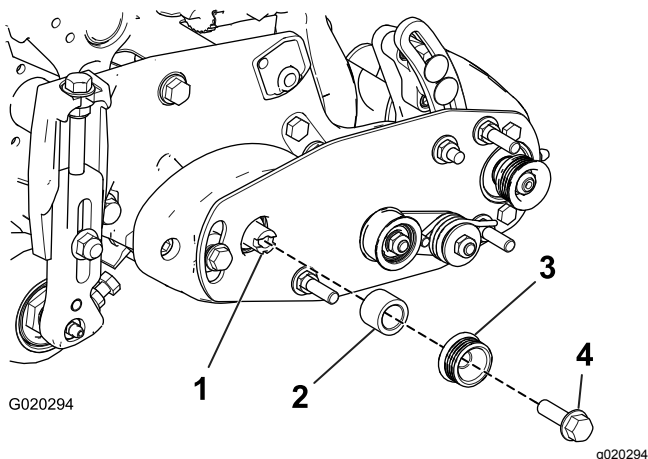
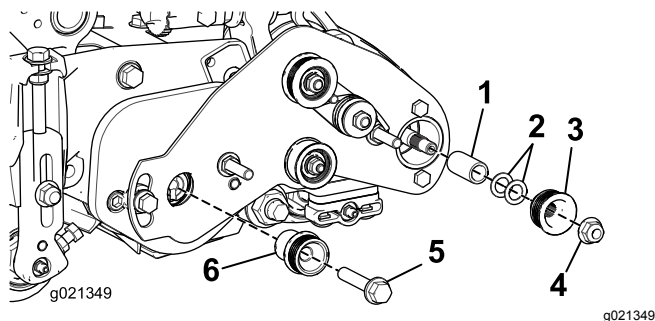

図 19
図 20
33. ベアリングハウジングのシャフトにスペーサを挿入する 図 19。
34. スペーサに駆動プーリを挿入し、駆動シャフトにはめる図 19 と 図 20。
35. プーリとスペーサを駆動シャフトに固定するフランジヘッドボルト $\frac{3}{8}$ x 2" 1本を使用する図 19 と 図 20。
36. 22" カuttingユニットの場合のみ スペーサと受動プーリをロックナットで取り付ける図 20。